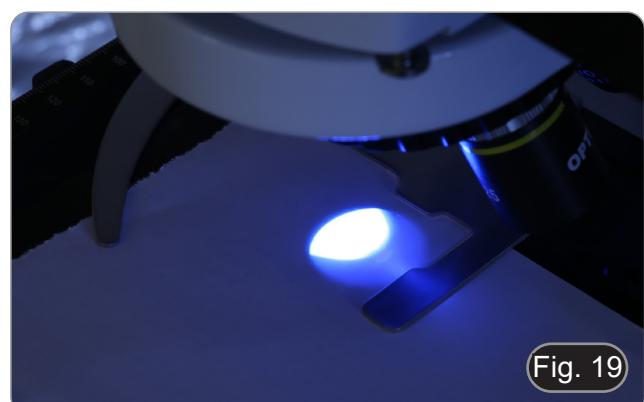

Fig. 19
5. Usando o parafuso de focagem da lente colectora ②, coloque a imagem do arco projectado sobre o papel. O ponto de luz deve ser o mais brilhante e nítido possível. (Fig. 19)